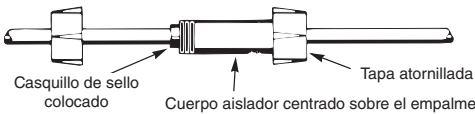

Figura 9
7. Centre el cuerpo aislador sobre el empalme y deslice las camisas de neopreno en el cuerpo hasta el final. Atornille las tapas en el cuerpo aislador (Figura 9) y apriete a mano para obtener un empalme fuerte e impermeable.